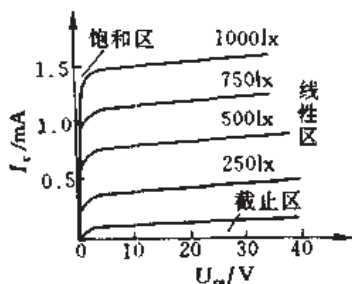

图 2.1.26 硅光电三极管的输出特性曲线
(1) 波长特性曲线 硅光电三极管的波长特性曲线与硅光电二极管的相同，不再重述。
(2) 输出特性曲线 硅光电三极管的输出特性（见图 2.1.26）与普通三极管的输出特性相似，也可分成截止、线性和饱和三个区域。所不同的是前者每条输出特性对应于一定的光强度，而后者每条输出特性对应于一定的基极电流。